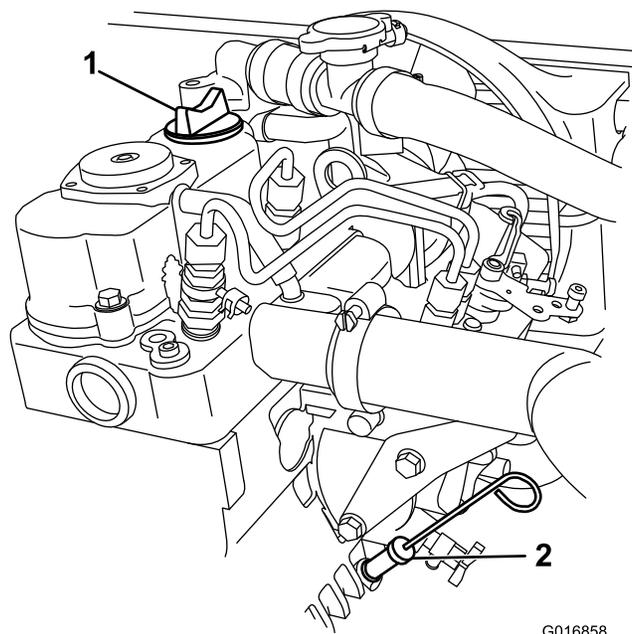

Figura 37
8. Limpe em redor da vareta de óleo e tampão de enchimento e retire a vareta (Figura 37).